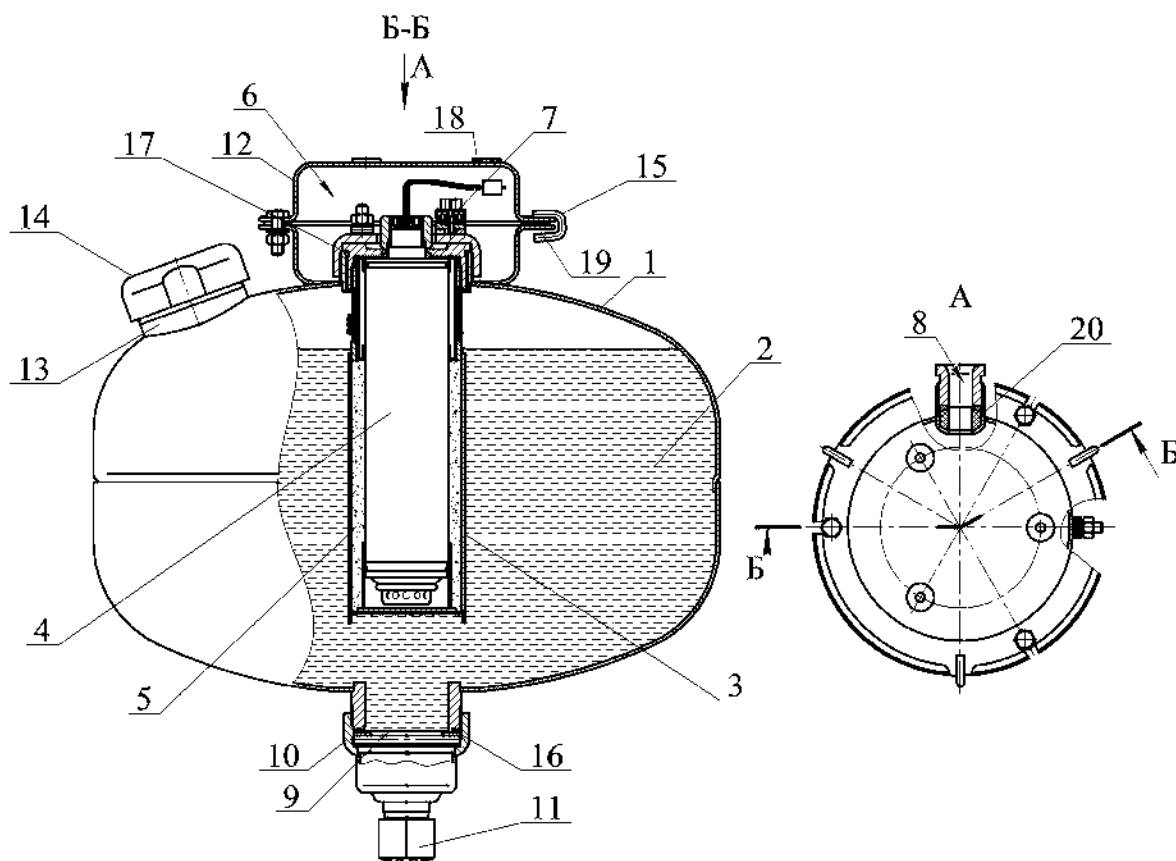

Рисунок 1
1.4.1.1 МУПТВ (см. рисунок 1) состоит из корпуса **1**, заправленного жидким ОТВ **2**, в котором размещено газогенерирующее устройство **3**. В герметичный корпус газогенерирующего устройства со степенью защиты IP68 установлен ИХГ **4** с элементом электропусковым. Зазор между ИХГ корпусом газогенерирующего устройства заполнен пористым искрогасящим материалом **5**.
2.1.3 Закрепить кронштейн **12** (см. рисунок 1) на потолке. Координаты отверстий в кронштейне приведены на рисунке 3.
2.1.5.1 Залить в отверстие верхней горловины **13** (см. рисунок 1) воды по ГОСТ 6709-72, СанПиН 2.1.4.1074-01 (температура воды должна быть плюс (15...25)°С) объемом $12,15^{+0,2}$ дм³. Открыть упаковку с жидкой добавкой к воде и залить ее в отверстие верхней горловины **13**. Установить в отверстие горловины предохранительный клапан **14**. Сверху закрутить гайку до унора.
2.1.6 Накрутить до унора насадок-распылитель **11** (см. рисунок 1).